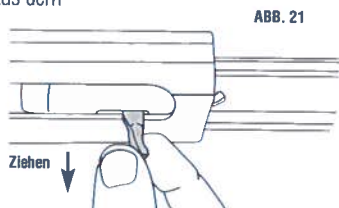

ABB. 21
- Ziehen Sie den Verschlussgriff aus dem Verschluss. Siehe Abb. 21.
10. Ziehen Sie den Verschlussgriff aus dem Verschluss. Siehe Abb. 21.